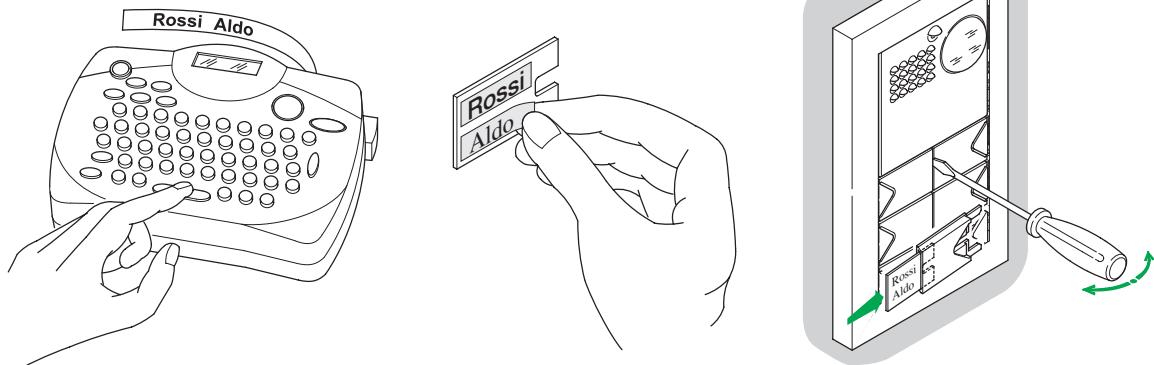

Fig. 1
- I Utilizzare una striscia adesiva trasparente per etichettatrice (tipo Dymo) come mostrano in (Fig. 1).
- F Utiliser une bande adhésive transparente pour machines à étiqueter ( type Dymo) comme montré dans la figure 1.
- D Einen transparenten Klebestreifen für Etikettiermaschinen (Typ Dymo), wie (in Abb. 1) dargestellt verwenden.
- P Utilizar uma fita adesiva transparente para etiquetas (tipo Dino) como ilustrado na (Fig. 1).
- E Utilizar una banda adhesiva transparente para etiquetar (tipo Dymo) como muestran en (Fig.1).